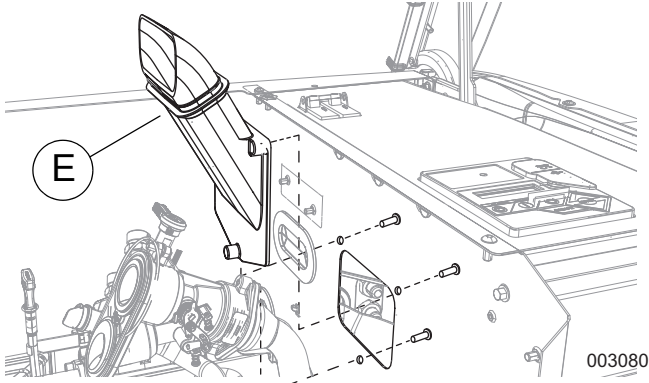

Figura 8. Extracción del tubo respirador (snorkel) (11 a 22 kW)
3. Vea la **Figura 8**. Retire los tres tornillos de montaje detrás del panel divisor del motor para desconectar el tubo respirador (snorkel) (E).